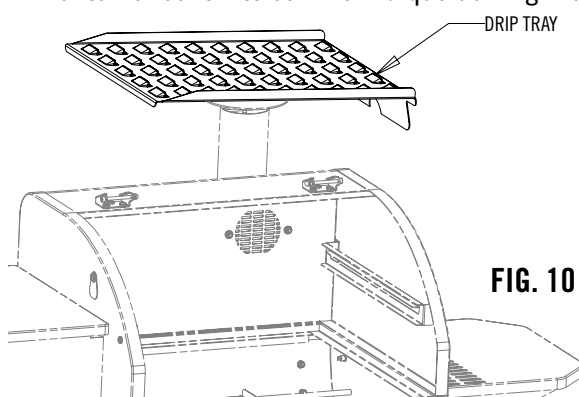

FIG. 10
1. Monter la lèchefrite comme indiqué aux Fig. 10 et 11.